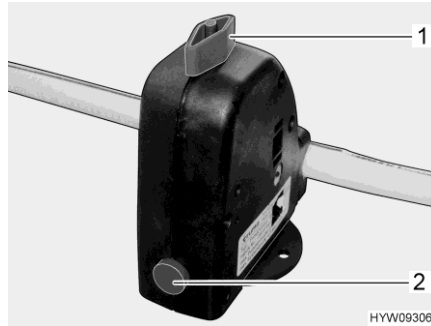

Fig. 102 Válvula de seguridad/purga (Truma)
- Cerrar la válvula de seguridad/purga (Truma). Para ello, girar el botón giratorio (Fig. 102,1) a la posición transversal en referencia a la válvula de seguridad/purga y hundir el botón (Fig. 102,3).